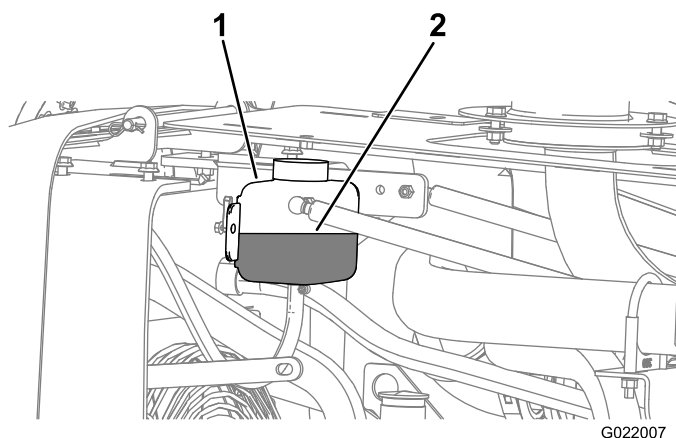
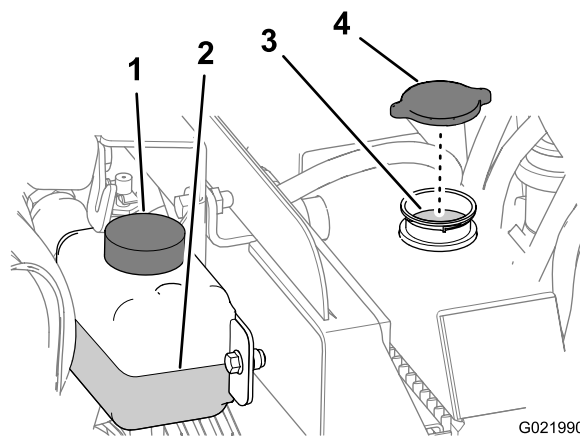

Рисунок 100
Рисунок 101
4. Проверьте уровень охлаждающей жидкости в резервуаре (Рисунок 100).
4. Снимите крышку с горловины заливного отверстия радиатора и проверьте уровень охлаждающей жидкости (Рисунок 100 и Рисунок 101).
5. Если уровень охлаждающей жидкости низкий, добавьте охлаждающую жидкость до низа заливной горловины (Рисунок 101).
6. Установите на место крышку заливной горловины радиатора и убедитесь, что она надежно уплотнена (Рисунок 101).
4. Снимите крышку радиатора (Рисунок 101).
2. Снимите крышку радиатора (Рисунок 101).
4. Установите крышку радиатора (Рисунок 101).